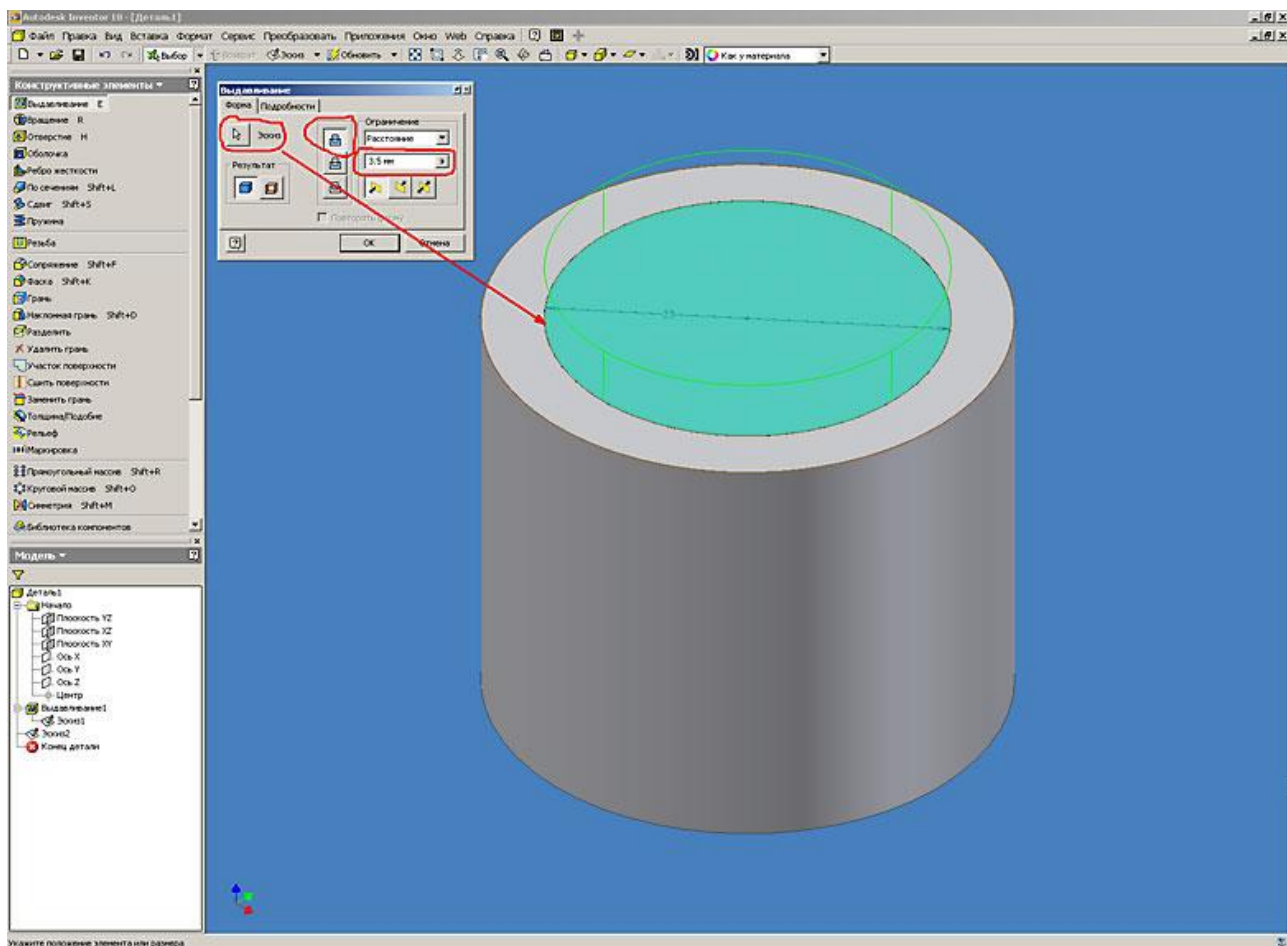

Рис. 6. Autodesk Inventor. Работа с конструктивными элементами (выдавливание)
6. Повторяем операцию “Выдавливание” для построения нового конструктивного элемента. В качестве эскиза для нового конструктивного элемента можно использовать как спроецированную, так и созданную геометрию, но в нашем случае выбираем только созданную рабочую геометрию. В качестве метода выдавливания используем “объединение”, указываем глубину выдавливания, направление и нажимаем на кнопку “Ok” (рис. 6).